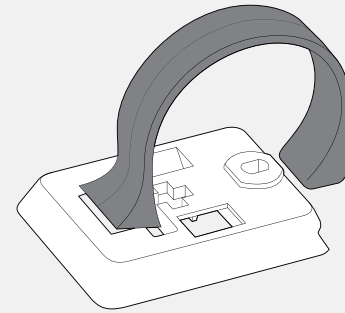

Abbildung 22. Klammer der Rückseite der Computergrundplatte.
2. Setzen Sie die richtige Klammer in die Computergrundplatte ein (Abbildung 22).